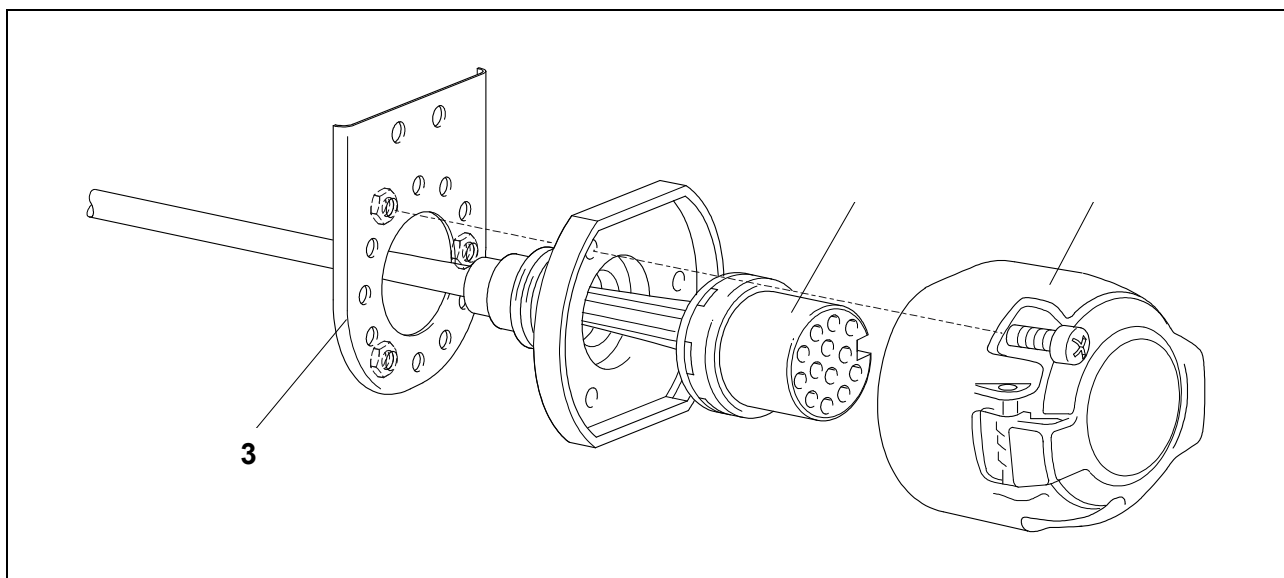

Fig. 2 : Monter la prise
7. Appuyer le contact (Fig. 2/1) dans le bâti de la prise (Fig. 2/2) et faire glisser vers le bas le joint en caoutchouc sur la prise.
8. Fixer la prise sur la plaque de retenue (Fig. 2/3) avec les vis fournies.